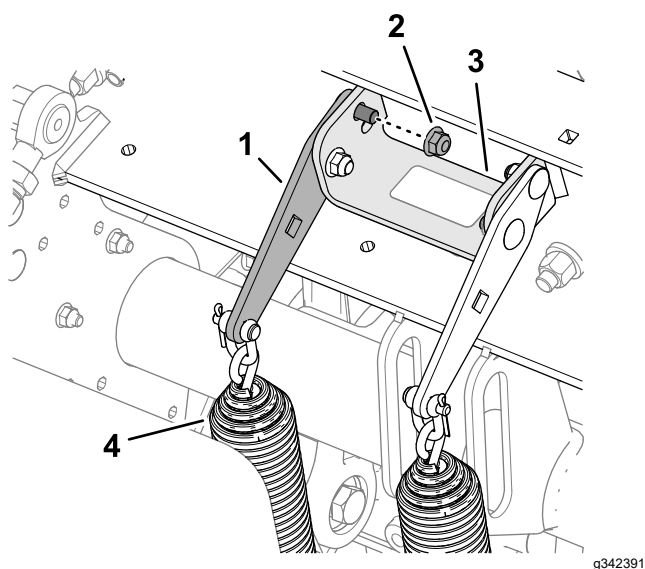

Figura 118
2. Allentate il dado di bloccaggio flangiato anteriore e il bullone a testa tonda che fissano la piastra di tensione della molla alla staffa di supporto della testa di carotaggio (Figura 118).